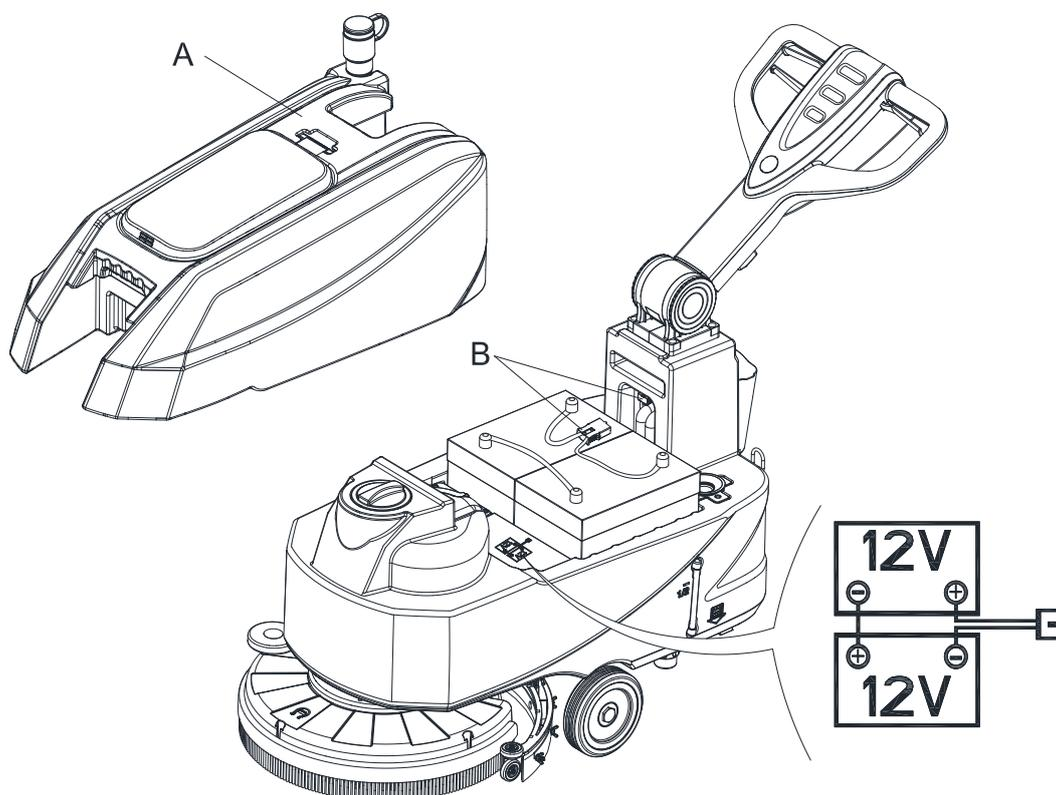

Рис. 3
Машине необходимы две 12 В батареи, подключенные в соответствии с электрической схемой (Рис. 3).
1. Проверьте и убедитесь, что батареи подключены к машине соединителем (В, Рис. 3).
5. Осторожно переместите узел бака грязной воды (А, Рис. 3).
8. На каждый вывод поместите защитный колпачок, затем подсоедините соединитель батарей (В, Рис. 3).
9. Осторожно верните на место узел бака грязной воды (А, Рис. 3).